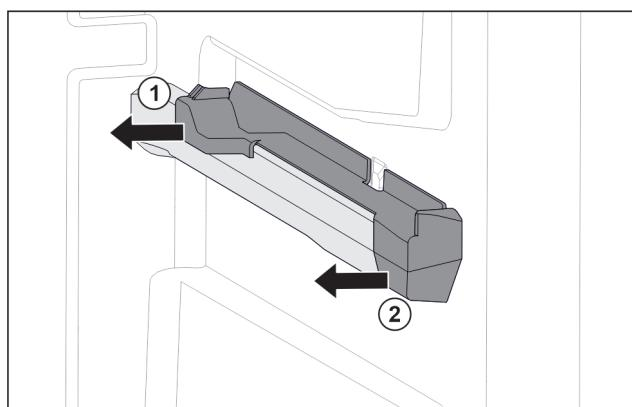

Fig. 146 Вставная часть на правом контейнерном ребре
- Отодвигните вставную часть сзади в сторону. Fig. 146 (1)
- Отодвигните вставную часть спереди в сторону. Fig. 146 (2)